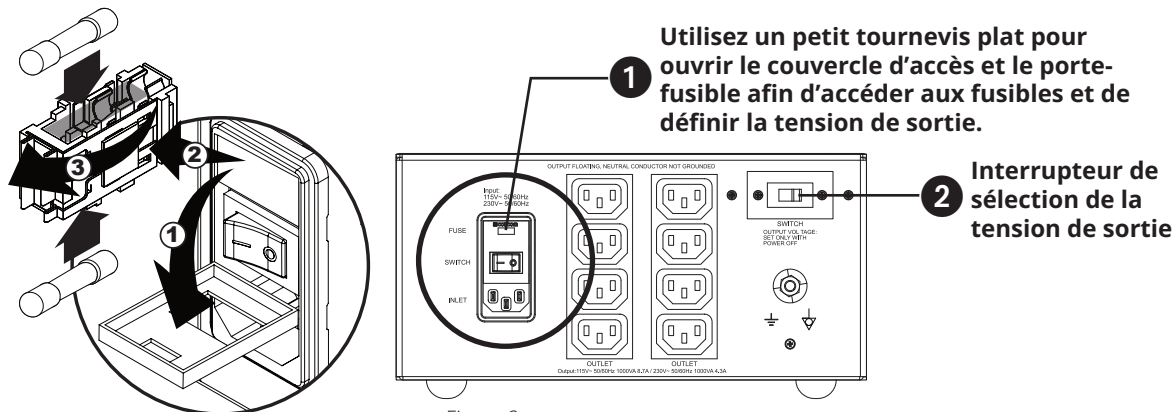

Figure 2
La sélection de la tension d'entrée se fait via le porte-fusible d'entrée (Figure 2). La tension sélectionnée s'affichera au-dessus de l'interrupteur électrique ①. Vous devrez aussi insérer la bonne valeur de fusible en fonction de la tension d'entrée. Pour connaître la valeur de fusible adaptée, veuillez consulter le tableau de la section 3.1.5. La sélection de la tension de sortie se fait grâce à l'interrupteur de sélection ②. La section du commutateur sélecteur de tension de sortie est équipée d'un couvercle de plaque doté d'une petite ouverture. Utilisez un petit tournevis à tête plate pour accéder à la petite ouverture et régler la tension de sortie.